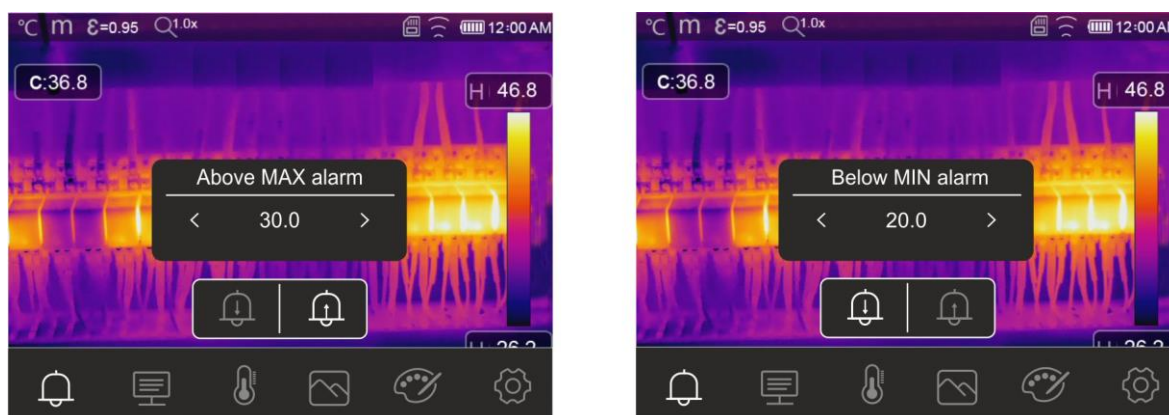

Fig. 41: Configuración umbrales límite de las alarmas
3. Toque el icono “🔔” para definir el valor de umbral superior asociado a la alarma. La pantalla de Fig. 41 – parte izquierda se muestra en el visualizador
5. Toque el icono “🔔” para definir el valor de umbral inferior asociado a la alarma. La pantalla de Fig. 41 – parte derecha se muestra en el visualizador